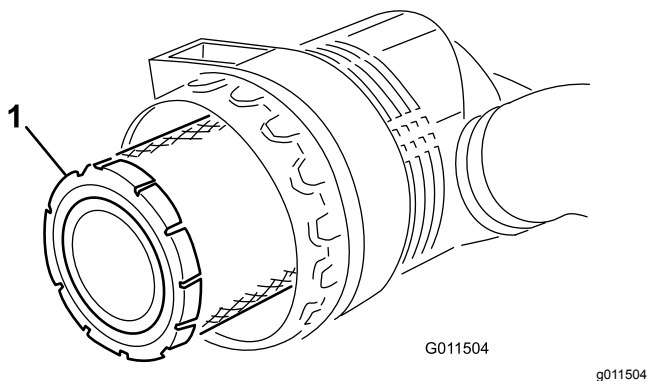

Bild 48
5. Entfernen und wechseln Sie den Hauptfilter aus (Bild 48).